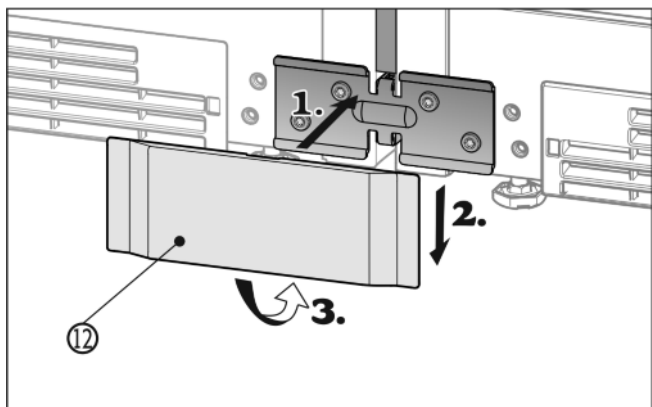

Fig. 16
- ▶ Spodný kryt Fig. 16 (12) nasadte (1) spredu na uholník, posuňte nadol (2) a dole zaklapnite (3).